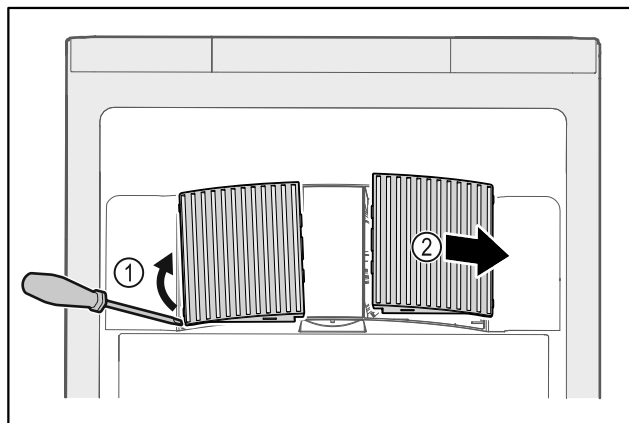

Fig. 234
- ▶ Oprezno podignite ventilatorske pokrove sa strane Fig. 234 (1) i skinite ih prema naprijed Fig. 234 (2).